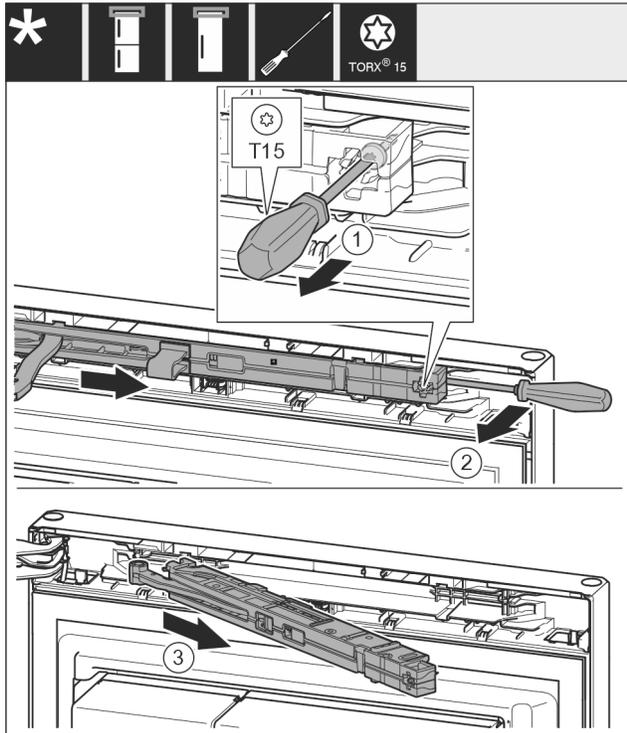

Fig. 9
- ▶ Desserrer la vis de l'unité d'amortisseur de fermeture d'env. 14 mm (9/16 in) avec un tournevis T15. *Fig. 9 (1)*
- ▶ Avec un tournevis, accéder à la partie postérieure de l'amortisseur de fermeture du côté de la poignée et faire tourner l'amortisseur vers l'avant. *Fig. 9 (2)*
- ▶ Sortir l'amortisseur de fermeture. *Fig. 9 (3)*